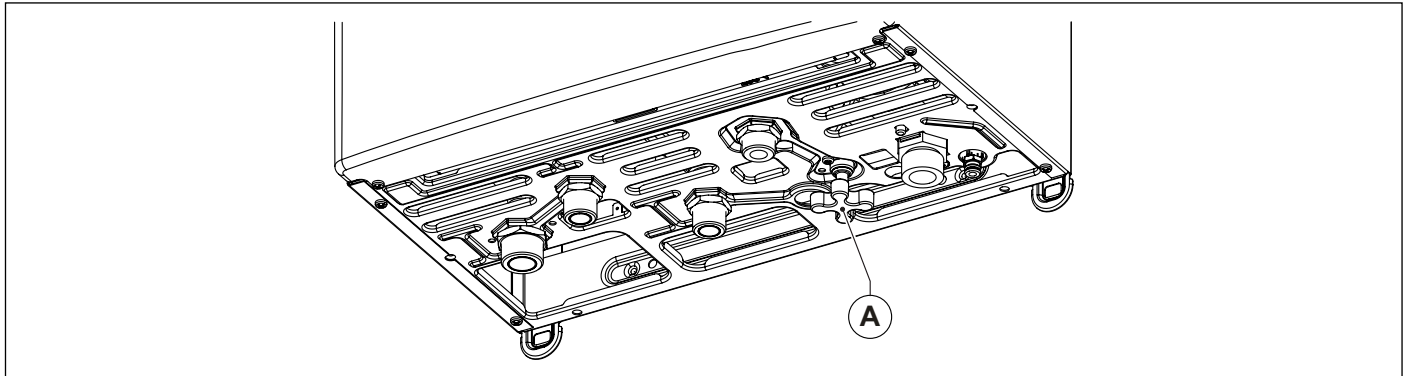

Fig. 2 Torneira de carga
Efectue o enchimento da instalação agindo na torneira de carga (A) (veja Fig. 2 Torneira de carga).